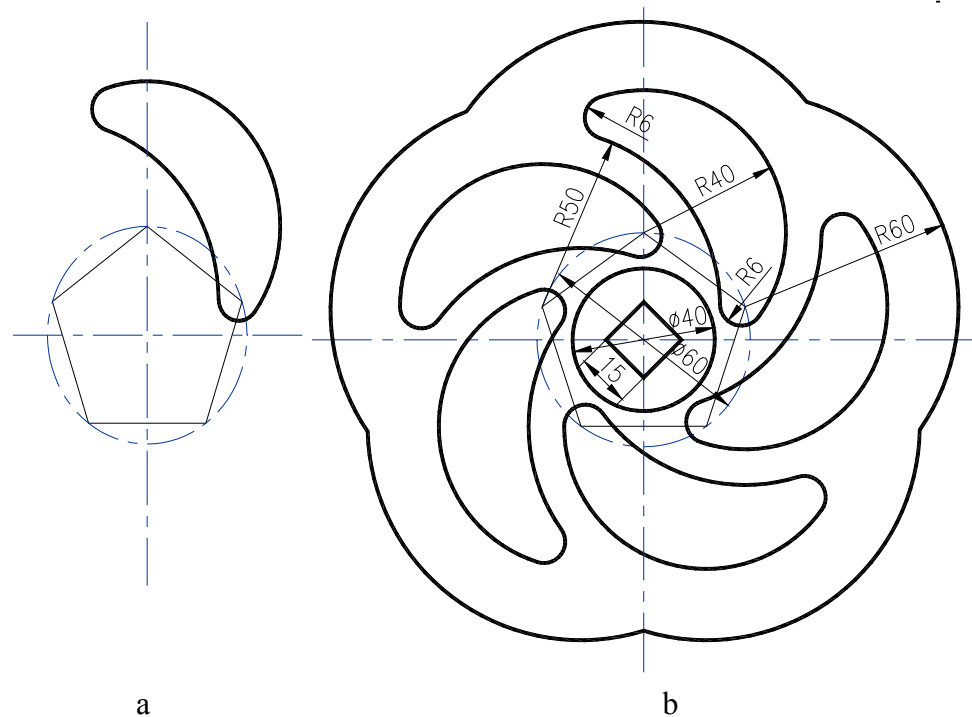

Fig. U7.15
5. Realizați desenul din Fig. U7.15, b. Întocmiți mai întâi partea desenului indicată în Fig. U7.15, a, desenând cercurile cu razele indicate. Executați apoi retezările cu *TRIM* și racordările cu *FILLET*. Multiplicați cu *ARRAY* polar figura rezultată.